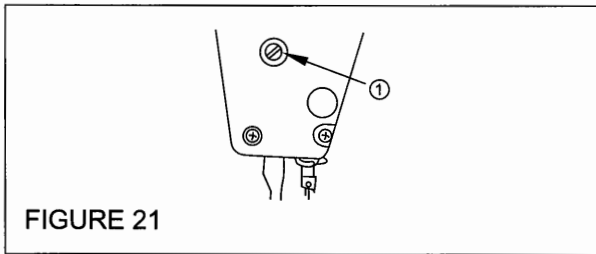

FIGURE 21
15. ADJUSTING THE HELGHT OF THE PRESSER BAR (FIGURE 21)